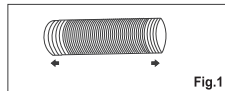
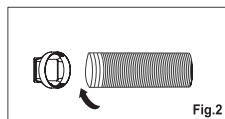

Fig.1
Fig.2
1. Étendez le tuyau de chaque côté (Fig.1) et vissez l'entrée de tuyau* (Fig. 2).